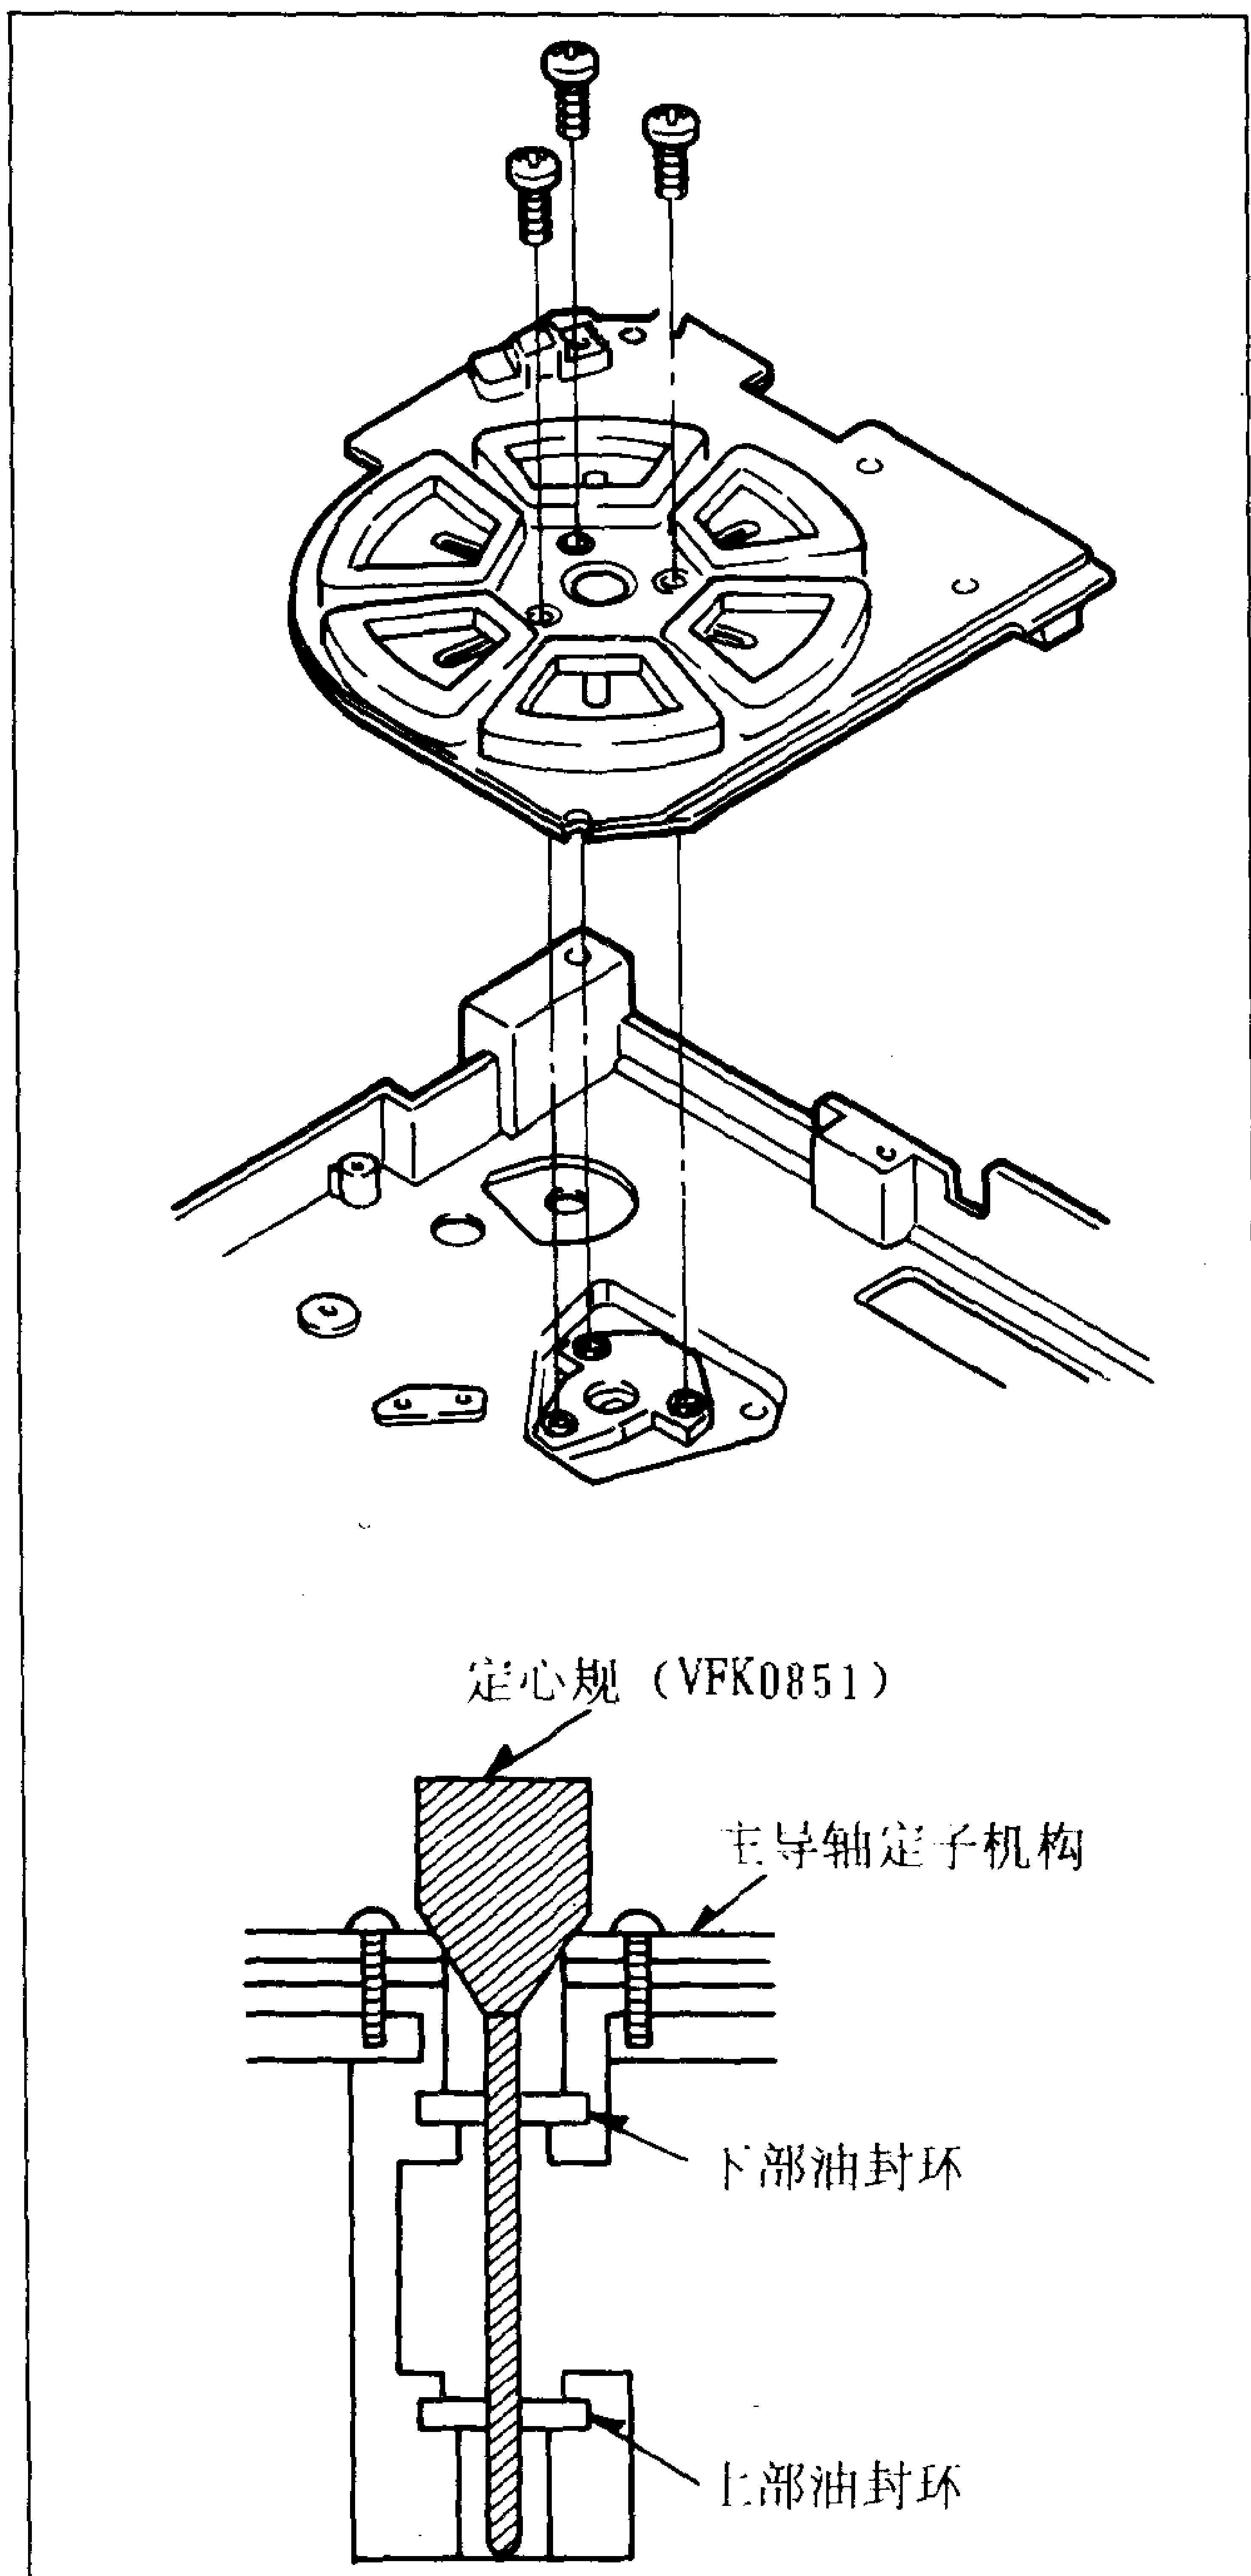

图 T2
- 3) 将定心规 (VFK0851) 插入定子，如图T2 所示。